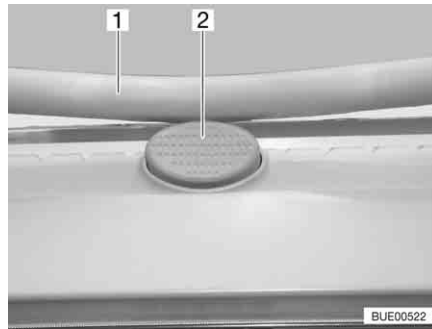

Fig. 116 Bottone di sicurezza sull'oblò Heki
- Premere il bottone di sicurezza (Fig. 116,2) e tirare verso il basso la staffa (Fig. 116,1) con entrambe le mani.
- Premere la staffa verso l'alto con ambedue le mani, finché la staffa non poggia al di sopra del bottone di sicurezza (Fig. 116,2).